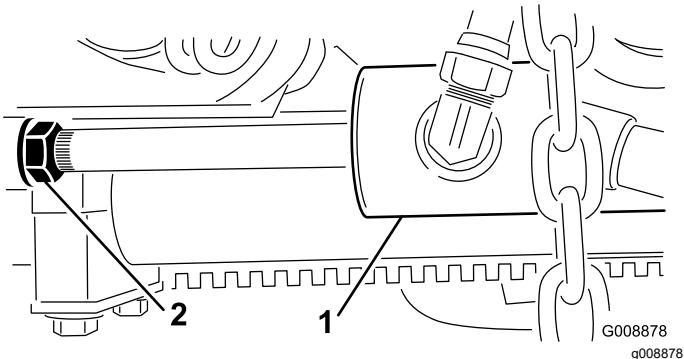

Figure 27
- B. Desserrez l'écrou de blocage sur le vérin (Figure 27).